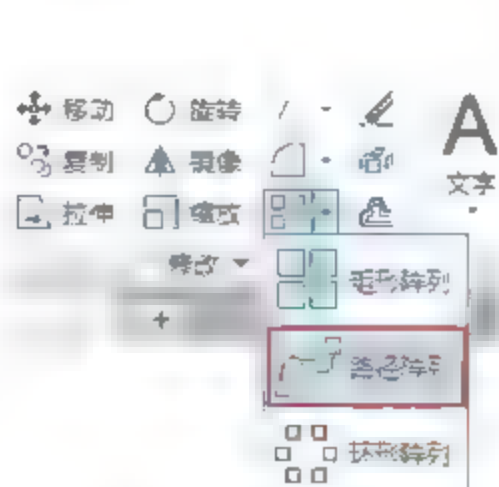

图4-44 单击按钮
- 功能区：在【默认】选项卡中，单击【修改】面板中的【路径阵列】按钮，如图4-44所示。